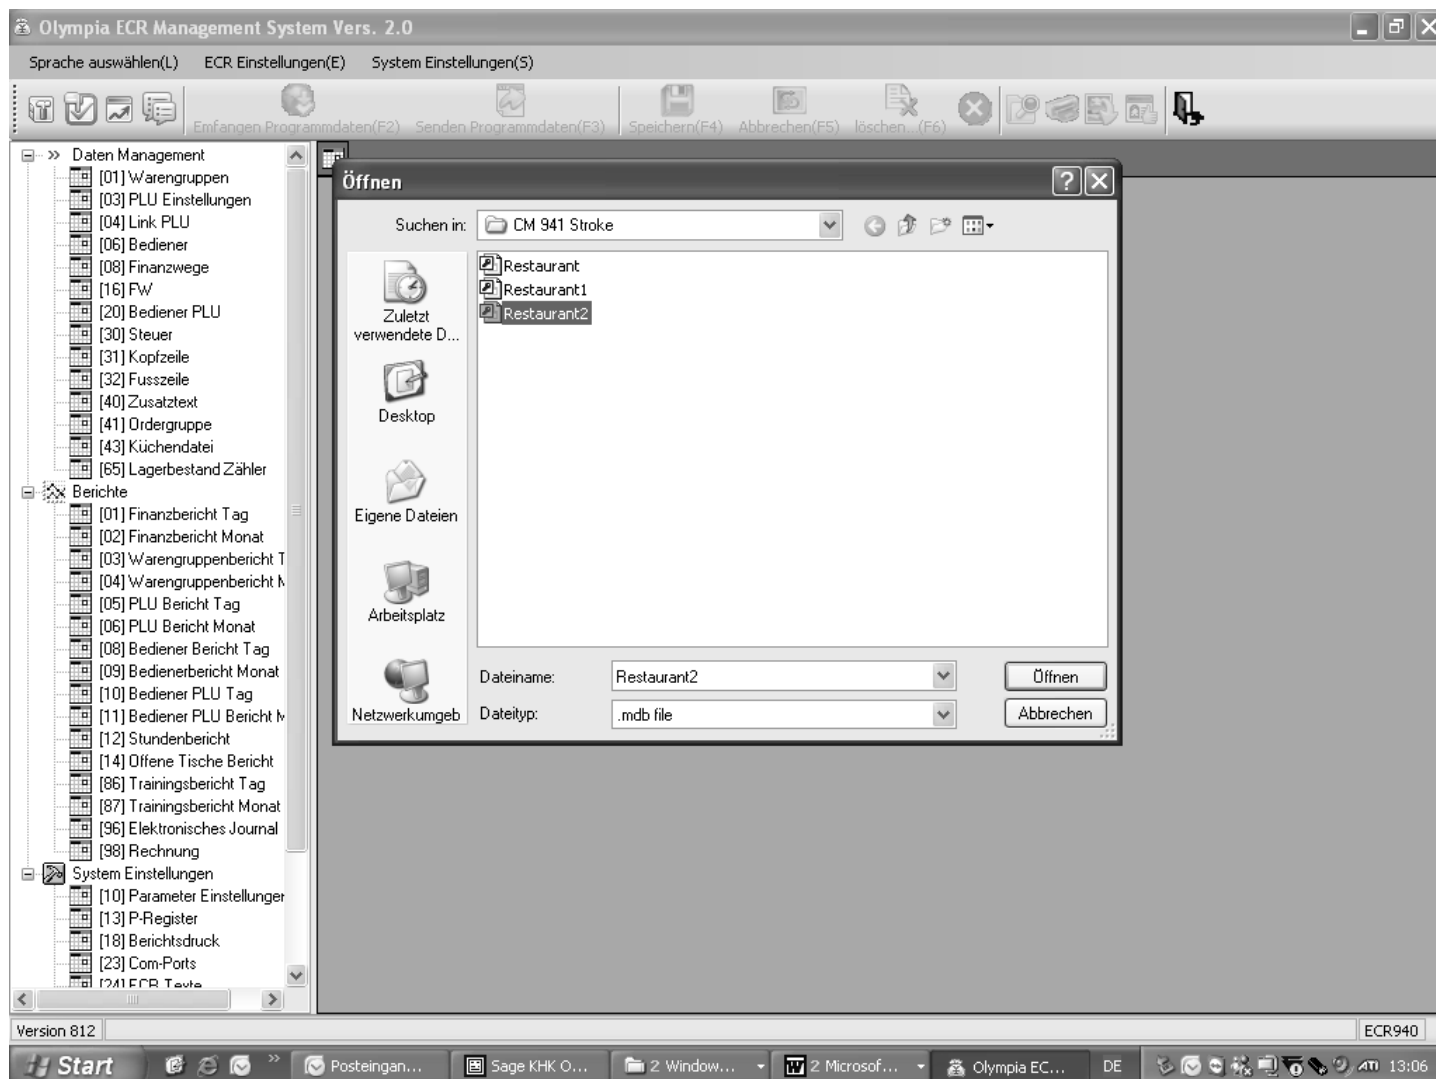

Abb. 8
Wenn Sie ein mitgeliefertes Grundprogramm oder eine neue Datei geöffnet haben, werden Ihnen die programmierbaren Inhalte links in einem **Auswahlfenster** gelistet (siehe Abb. 8).
- Klicken Sie auf die Plus-Zeichen, um sich die Inhalte anzeigen zu lassen, die sich hinter den Oberbegriffen verbergen (siehe Abb. 8).